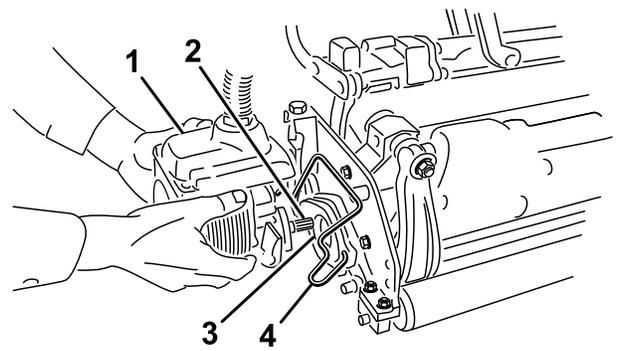

图15
11. 在滚刀组马达的花键轴上涂抹干净的润滑脂（图15）。
12. 将马达插入滚刀组左侧（从操作员的位置看），并将滚刀组上的马达固定架拉向马达，直到听见马达两侧发出“咔哒”的声音（图15）。